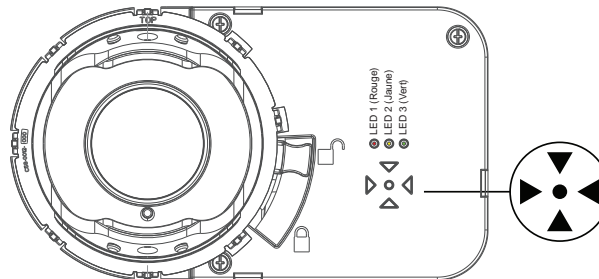
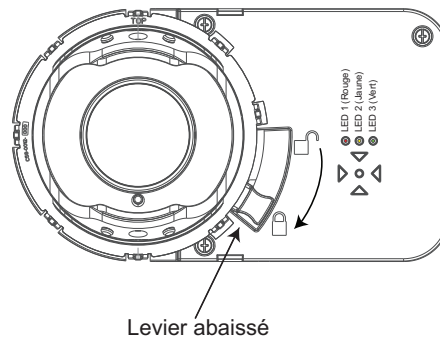

Figure 13-3: Ensemble de flèches
Figure 13-5: Verrouillage et fixation du globe
* Se reporter à la Figure 13-3 et à la Figure 13-5 pour les LED 1, 2 et 3.